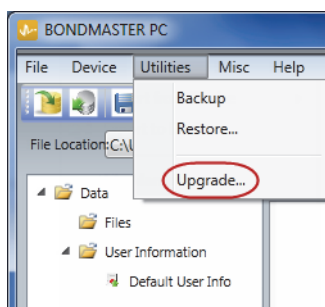

Рис. 7-7 Меню Utilities (Утилиты обновления)
5. В меню **Utilities** (Утилиты обновления) BondMaster PC выберите **Upgrade** [Обновить] (см. Рис. 7-7 на стр. 191).